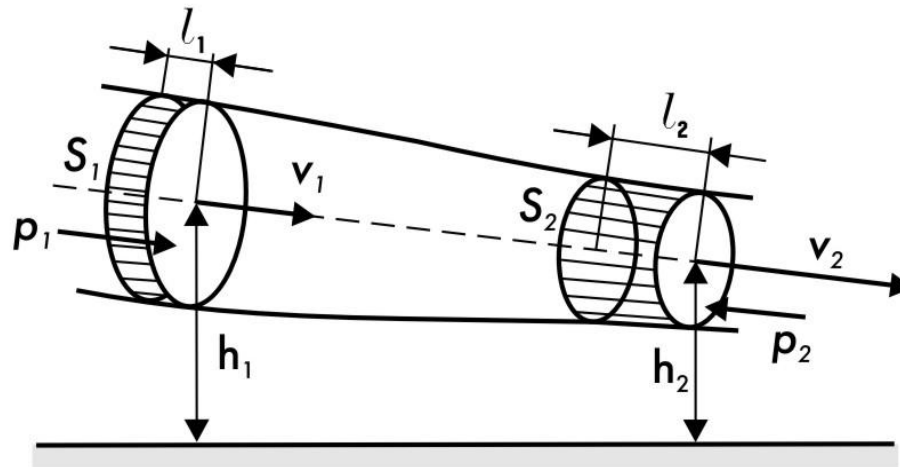

Рис. 6.3
- Отметим, что l_1 и l_2 настолько малы, что всем точкам объемов, закрашенных на рис. 6.3, приписывают **постоянные значения скорости v , давления p и высоты h .**